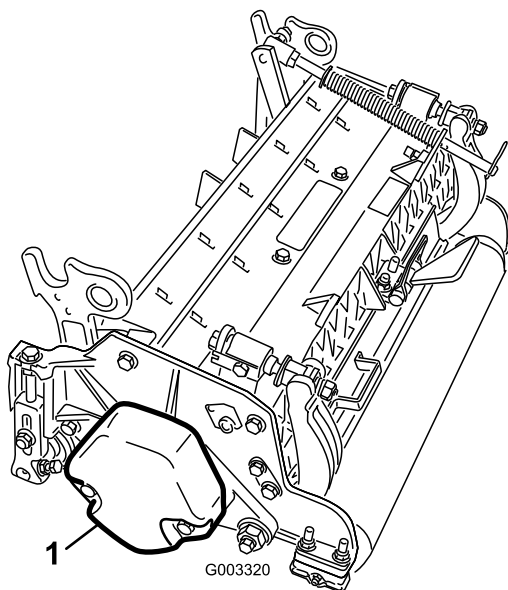

Figure 5
3. Veillez à monter le contrepoids (Figure 5) du bon côté de l'unité de coupe, comme expliqué dans le *Manuel de l'utilisateur* de l'unité de coupe.